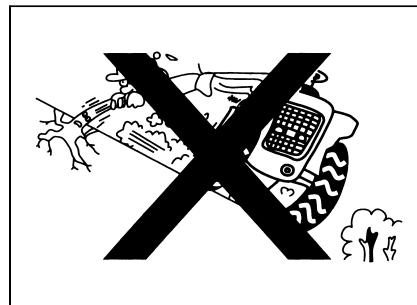

Рис. 1-53
- На откосе поперечное движение или поворот имеет опасность опрокидывания. Запрещается проводить данную опасную операцию (рис. 1-53).